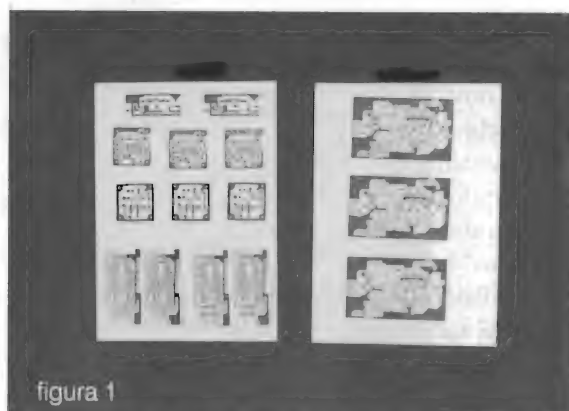

figura 1
b) Si prende un foglio bianco formato UNI A4, sul quale (per esempio con PRITT) si incollano le 3 fotocopie precedentemente fatte, e se sul foglio rimane ancora spazio, si possono incollare le fotocopie di altri circuiti dei quali intendiamo fare il circuito stampato; (vedi figura 1)